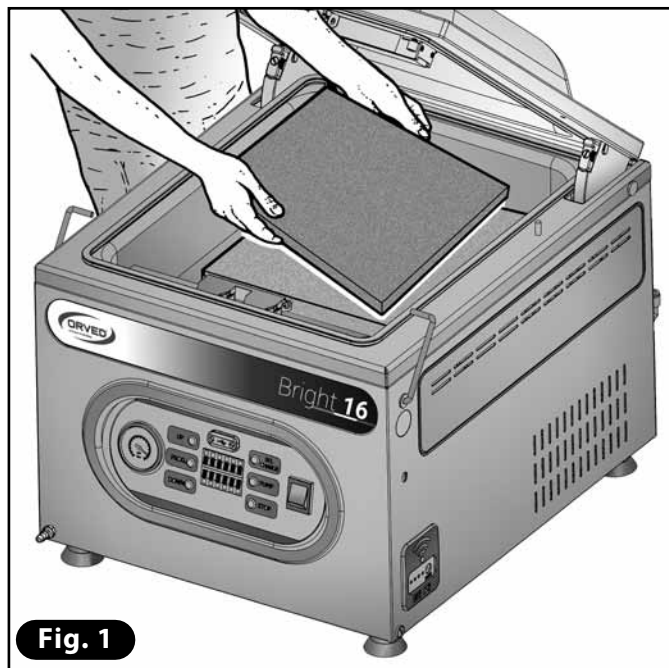

Fig. 1
- 4) Extraiga del depósito los paneles de PE (**Fig. 1**).